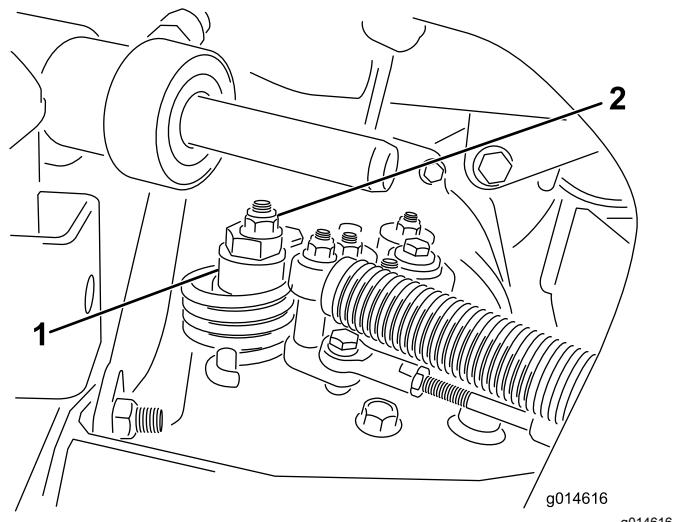

Figura 40
- A. Liberte a porca que fixa o disco excêntrico ao cimo do hidróstato (Figura 40).
- C. Rode o disco excêntrico até eliminar a deslocação em qualquer um dos sentidos. Quando a roda deixar de rodar, aperte a porca, bloqueando deste modo o disco excêntrico e fixando a posição de ajuste (Figura 40). Verifique se o ajuste é o adequado colocando o acelerador nas posições LENTO e RÁPIDO.